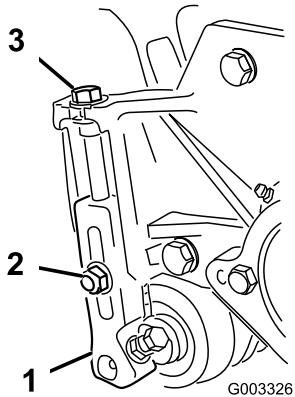

Figura 21
- Desaperte as porcas de bloqueio que fixam os braços da altura de corte às placas laterais da unidade de corte (Figura 21).